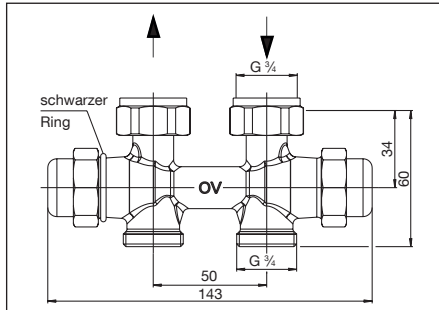
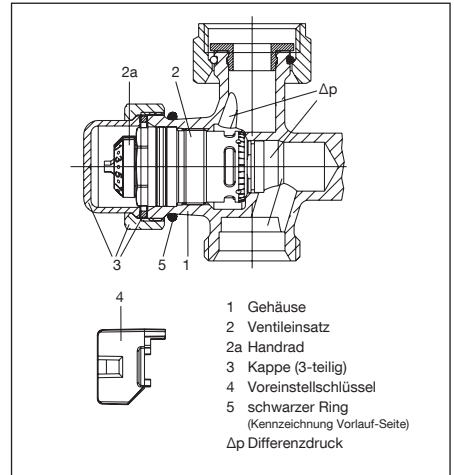
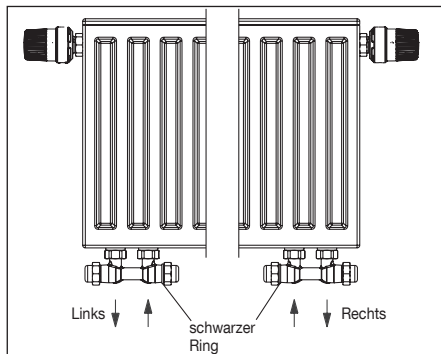

Abb. 3 Durchgang
Abb. 5 Aufbau Durchflussregler
Abb. 6 Zuordnung der Ausführung links / rechts
Der maximale Volumenstrom kann durch Voreinstellung mit dem Voreinstellschlüssel (Pos. 4, Abb. 5) eingestellt werden (siehe Punkt 6.2.1).
Mit angeschlossenem Messgerät wird der anstehende Differenzdruck am Ventilgehäuse gemessen. Hierzu muss zunächst die Kappe (Pos. 3, Abb. 5) abgeschraubt werden, dann der Ventileinsatz (Pos. 2, Abb. 5) mittels „Demo-Bloc“ herausgeschraubt und anschließend der Differenzdruck mit der Differenzdruckmessspindel gemessen werden. Sobald der gemessene Differenzdruck gleich oder größer als der Differenzdruck  $\Delta p_{\min}$  (siehe 4.1) ist, steht ausreichend Differenzdruck für die automatische Durchflussregelung der Armatur zur Verfügung.
Die Verschraubung „Multiflex FQ“ muss in der vorgegebenen Durchflussrichtung durchströmt werden (siehe Abb. 3, 4 und 6). Die Position des Vor- und Rücklaufanschlusses ist unbedingt einzuhalten. Der Vorlauf muss an der Armaturenseite des Durchflussreglers, gekennzeichnet durch einen schwarzen Ring (Pos. 5, Abb. 5), angeschlossen werden. Bei der Eckform sind die Ausführungen links bzw. rechts erhältlich (Zuordnung s. Abb. 6).
2. Ventileinsatz „QA“ (Pos. 2, Abb. 5) und Absperein-satz „Combi LR“ auf der Gegenseite mit Schlüssel SW 19 aus dem Gehäuse herausschrauben.
4. Den schwarzen Ring (Pos. 5, Abb. 5) zur Kenn-zeichnung des Vorlaufanschlusses demontieren und auf der Gegenseite („QA“-Ventileinsatz) an-bringen.
Bei der Montage der Rohrleitungen auf parallele und spannungsfreie Zuführung achten. Die Position des Vor- und Rücklaufanschlusses ist unbedingt einzuhal-ten, da die Verschraubung in der vorgegebenen Durch-flussrichtung durchströmt werden muss. Die Seite der Armatur, an die die Vorlaufleitung angeschlossen wer-den muss ist durch einen schwarzen Ring gekenn-zeichnet (Pos. 5, Abb. 5).
Zunächst die Kappe der Vorlaufseite (Kennzeichnung schwarzer Ring, Pos. 5, Abb. 5) entfernen.
Die Voreinstellung entsprechend dem gewünschten Wert mit dem Voreinstellschlüssel (Pos. 4, Abb. 5) einstellen. Die Einstellung kann nur mit dem beiliegenden Voreinstellschlüssel durch Aufsetzen auf das Handrad (Pos. 2a, Abb. 5) erfolgen. Dies schützt vor einer Manipulation durch Unbefugte.
1. Kappe der Vorlaufseite (Kennzeichnung schwarzer Ring, Pos. 5, Abb. 5) entfernen.
Der Ventileinsatz (Pos. 2, Abb. 5) ist ohne Entleeren der Anlage mittels „Demo-Bloc“ aus dem Gehäuse (Pos.1, Abb. 5) zu schrauben.